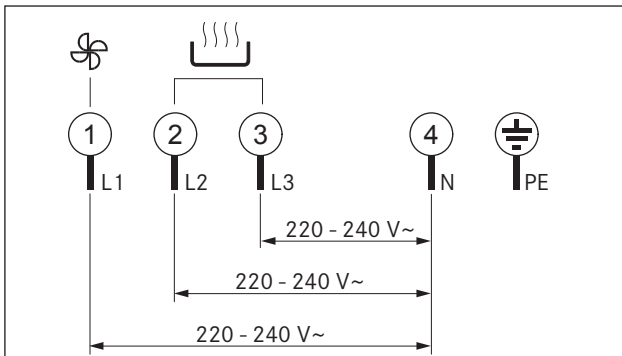

Abb. 6.36 Aansluitschema 3-fasen-aansluiting
- Sluit de stroomkabel aan volgens het geldende aansluitschema (zie afb. 6.36 AansluAfb. 6.36 op de stroommetaansluiting [2] van het kookveldafzuiging.